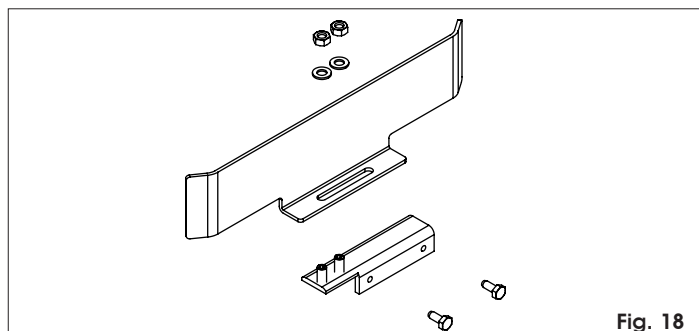

Fig. 18
- 1) Monte y fije las 2 láminas perfiladas en los 2 soportes en U con tuercas y arandelas en dotación, como se indica en la Fig. 18